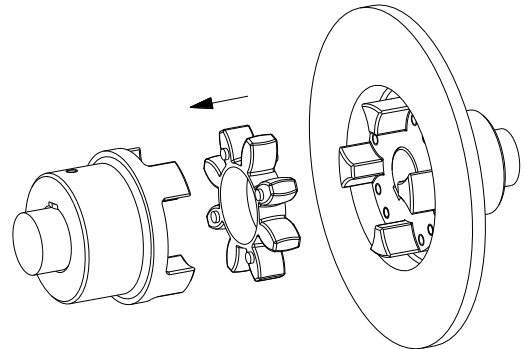

Figura 10: Montagem da coroa dentada
- Coloque a coroa dentada na secção dos cames do cubo (ver figura 10).